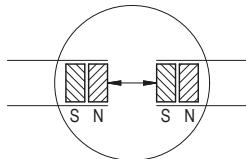

Abb. 11: Ermittlung der Polarität. Ansetzen des Magnetbandes
- Vordem Ansetzen die Polarität überprüfen. Die beiden Enden müssen sich anziehen (ggfs. Kompaßnadel benutzen). Falls gleiche Polarität, ein Band um einen halben Polabstand kürzen (Abb. 11).